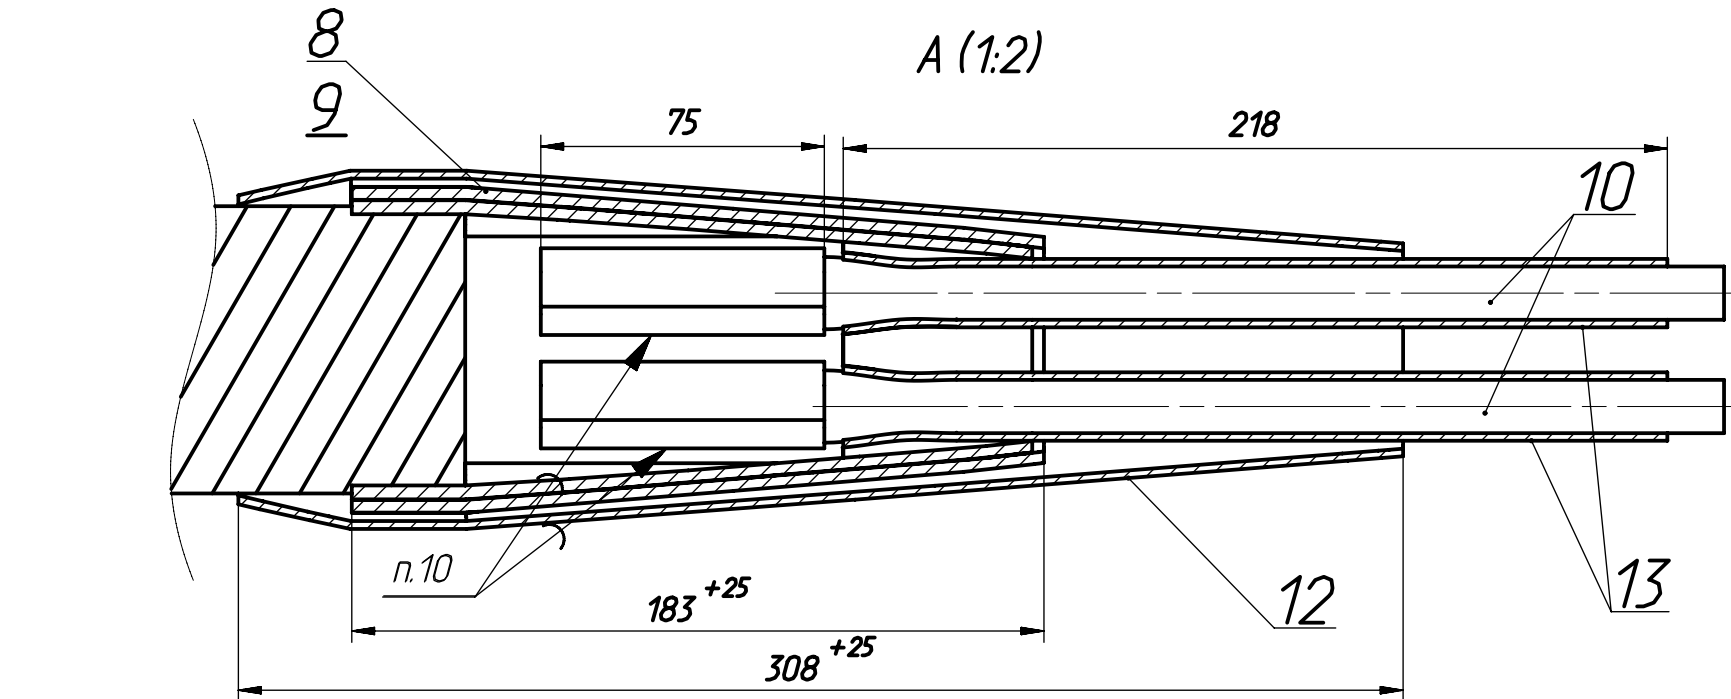

Рис. 3
- Провод поз.10 на длине 75 мм облудить припоем ПОС 40 ГОСТ 21931-76 и расплющить до 2/3 диаметра, F=0,45 дм. Луженый конец провода обернуть лентой поз.6 и паять припоем ПОС 40 (см. рис.3). На поверхность выводов В и ленты поз.6 нанести покрытие ГорПОС 40 ГОСТ 21931-76, F = 4,2 дм². Подготовленные поверхности выводов В и провода поз.10 паять припоем Т1,5 ПОС-40 ГОСТ 21931-76. F = 3 дм².